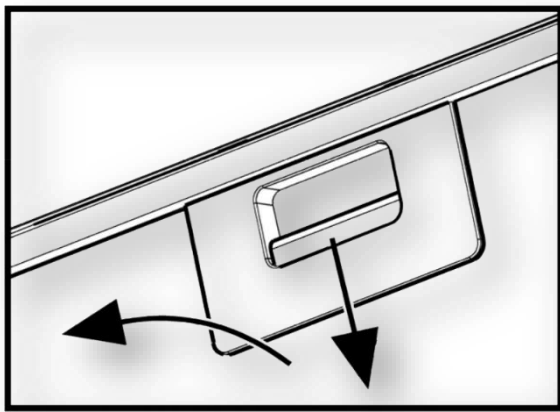

Рис.7
**8.7** Для снятия алюминиевого фильтра (рис.7) необходимо нажать на пружинную задвижку и, потянув на себя и вниз, снять фильтр с панели. Установку фильтра выполнить в обратном порядке. Не устанавливайте фильтр после мойки до его полного высыхания.